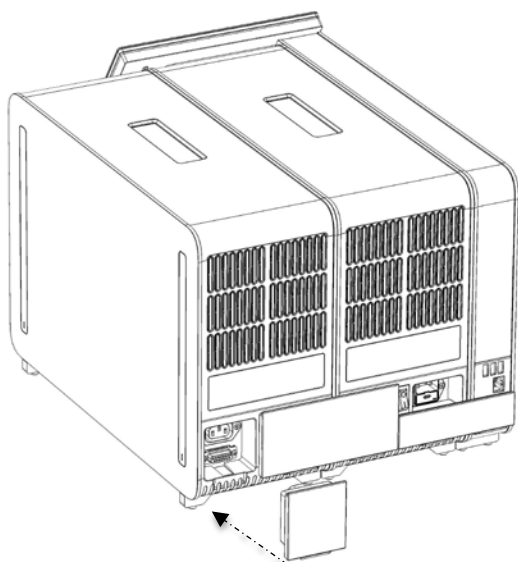

Figura 19. Conectando a Ponte de terminação.
7. Conecte a Ponte de terminação na parte traseira do Módulo analítico (Figura 19, página seguinte).